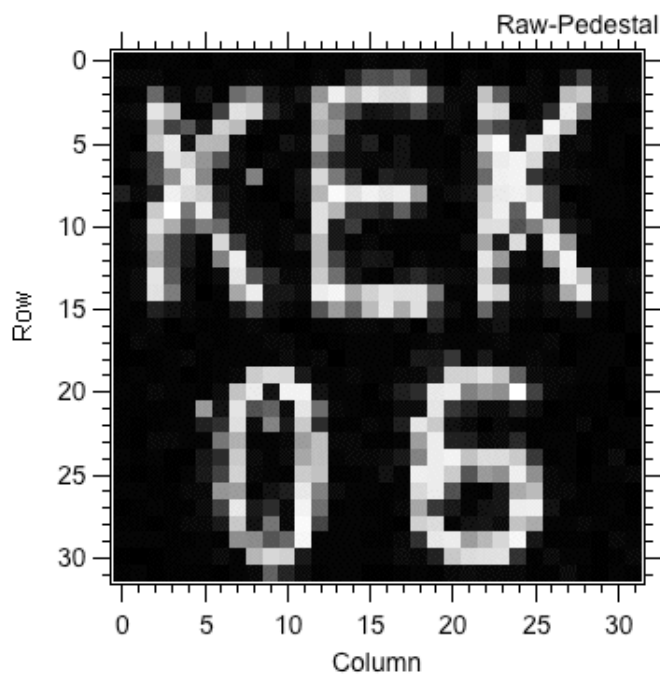
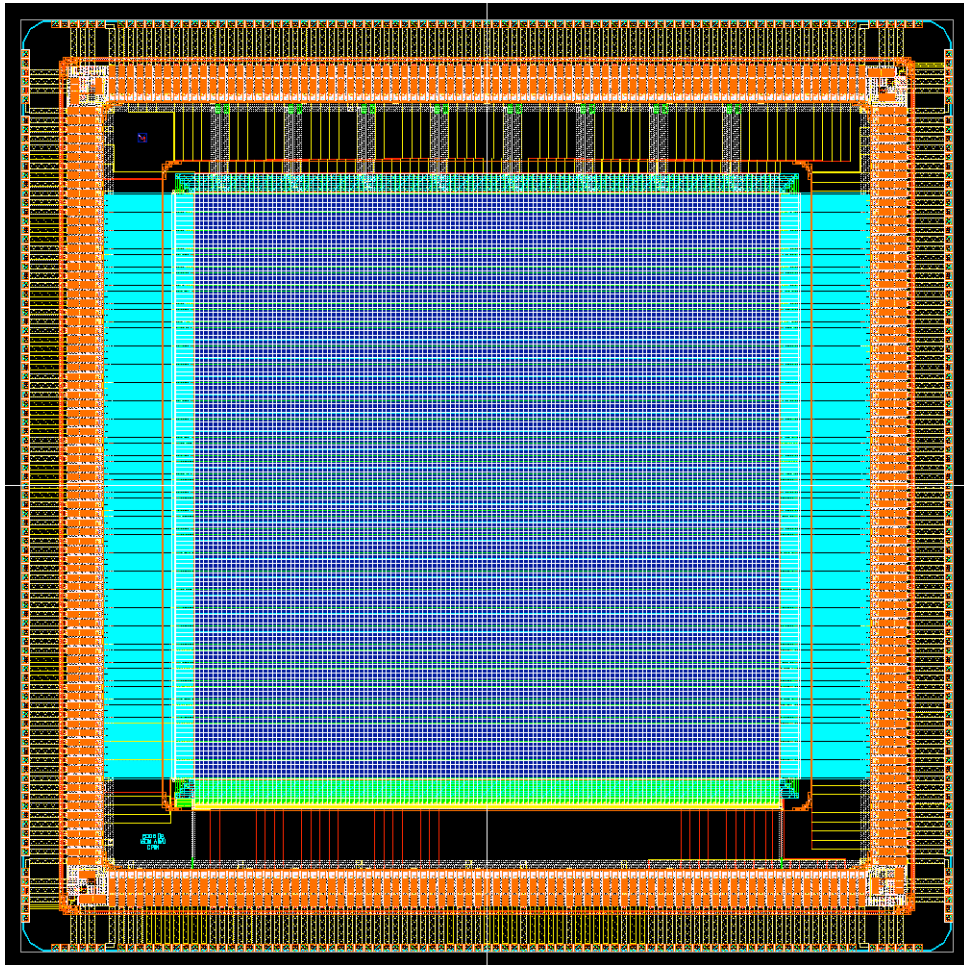

図1。最初の SOIPIX によるイメージ撮影。
図 2。12 月に設計を終えた計数型ピクセル検出器(10mm 角)。
(1) 昨年度初めて試作を行なった SOI (Silicon-On-Insulator) Pixel/Strip/Frontend Electronics の試験。電気的な試験を終えた後、レーザー光による画像の取得(図 1)、 β 線への応答の測定と進み、ほぼ目的とする成果を上げる事が出来た。
(2) SOI Pixel の技術を拡大させる為に、多くの国内外の会議で発表を行なった(表 1)。成果のいくつかは論文にまとめた(表 2)。
(3) 上記発表を通じ多くのユーザーに呼びかけ、KEK 主導の初めての MPW(Multi Project Wafer)を行なった。これには LBL, FNAL を始めとする国外からの設計も含め 17 設計が集まり成功させる事が出来た(表 3、図 2)